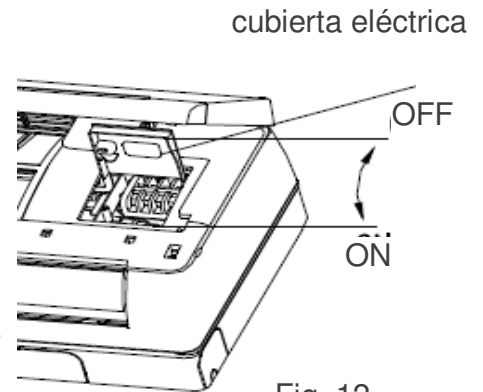

Fig .12
- Afloje los tornillos en la tapa de conexión (Fig.12).